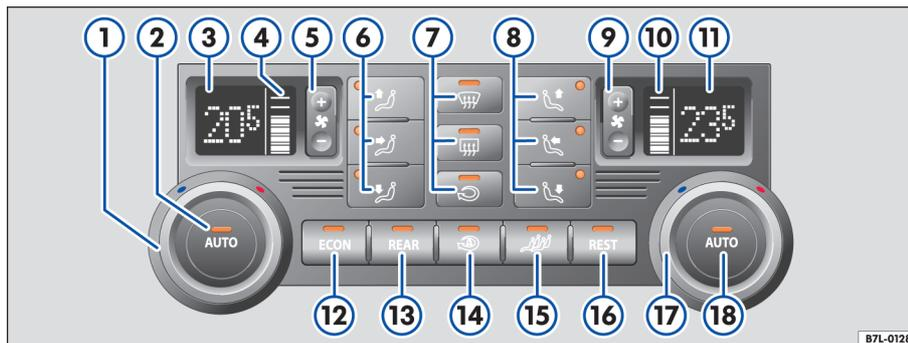

Fig. 78 Mandos del 4C-Climatronic en el tablero de instrumentos (delante)
– Gire el regulador de temperatura ⇒ página 110, fig. 78 ① ó ⑰ para ajustar la temperatura del lado izquierdo y derecho.